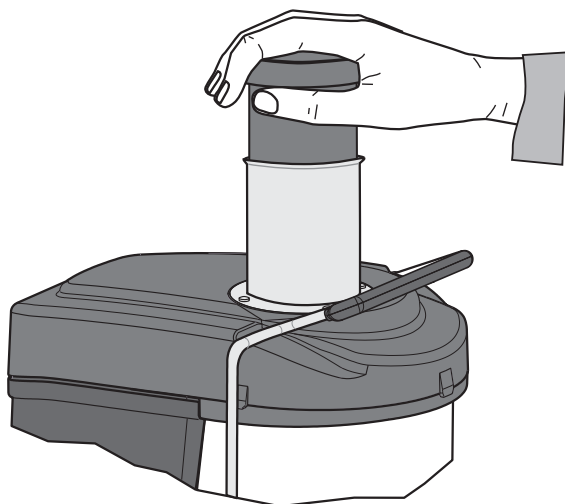

Fig. 7
- 6 En utilisant le poussoir fourni avec, pousser graduellement les fruits et/ou les légumes au bout de la goulotte d'introduction vers la râpe en rotation (voir Fig. 7). Pour avoir plus de jus, toujours pousser lentement le poussoir. Ne pas introduire de fruits et/ou de légumes lorsque le moteur est éteint.